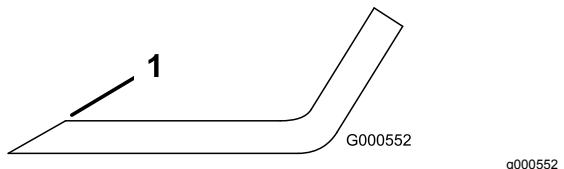

Figura 59
1. Utilice una lima para afilar el filo de corte en ambos extremos de la cuchilla (Figura 59).
**Nota:** Si la cuchilla no está equilibrada, rebaje algo el metal en la parte de la vela solamente con una lima (Figura 59).